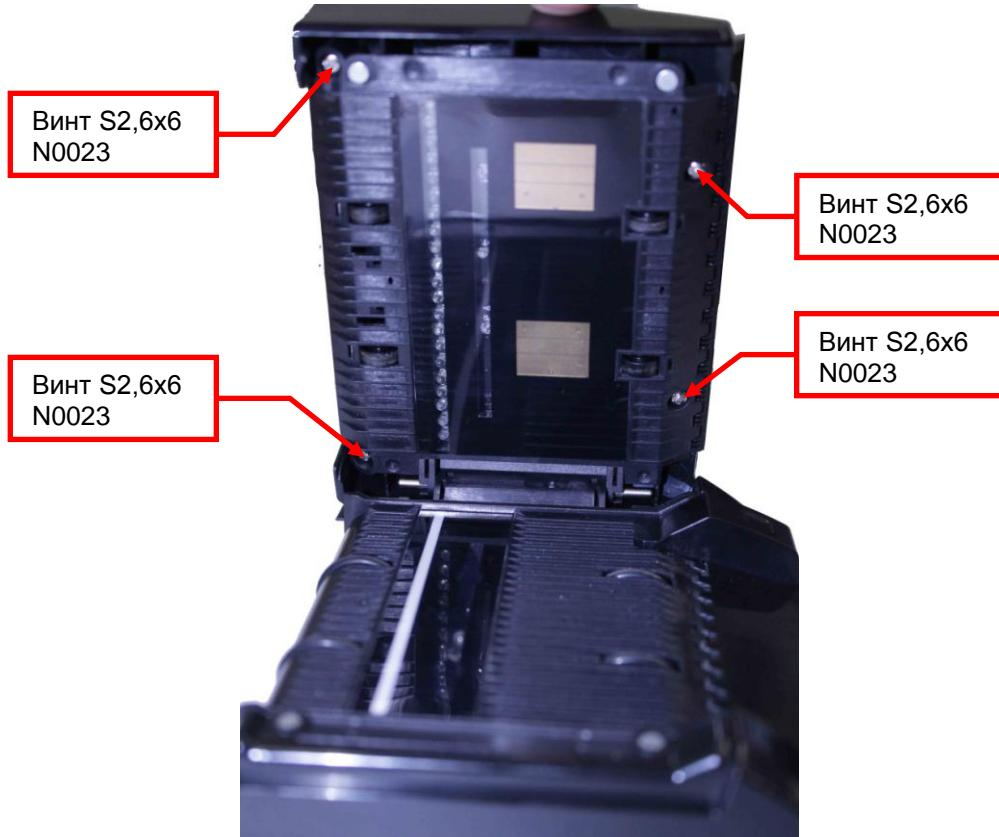

Рисунок 9.11
- 9.6.1** Откройте верхнюю крышку детектора. Вывинтите, с помощью отвертки Ph1, винты S2,6x6 N0023 (4 шт.), крепящие верхний каркас к верхней крышке (см. рис.9.11). Поднимите верхнюю крышку.